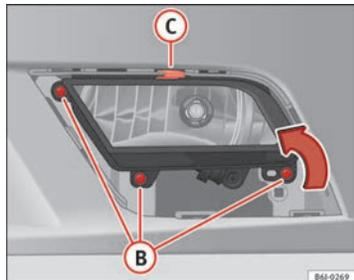

Fig. 154 Faro fendinebbia
- Rimuovere le viti (3x) ⇒ fig. 154 (B) per estrarre il faro fendinebbia.
- Rimuovere la graffa metallica posta nella parte superiore del faro fendinebbia tirando verso l'esterno ⇒ fig. 154 (C).